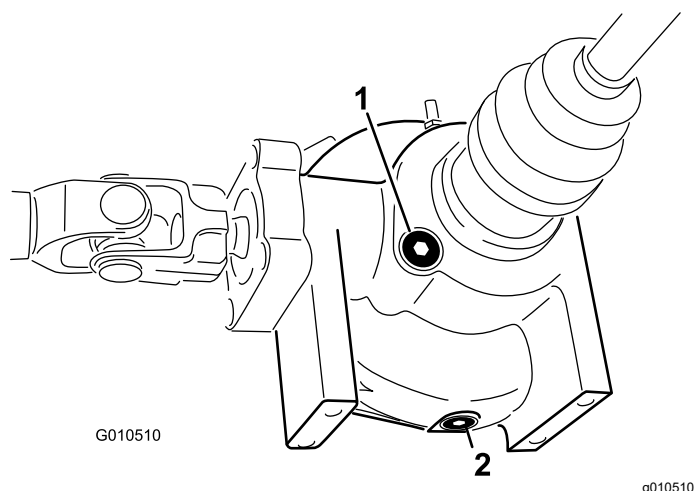

図 53
2. デファレンシャル側面にあるドレンプラグの周辺をウェスできれいにぬぐう 図 53。